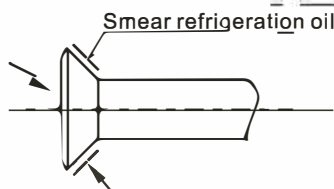

Figure 5.1
- b. Unte aceite frigorífico (debe ser aceite de motor compatible con el medio refrigerante de este tipo) en la superficie exterior de la junta abocinada y la superficie cónica de la tuerca de conexión y atornillelo 3 o 4 vueltas con la mano (Fig. 5.1) antes de atornillar la tuerca abocardada.